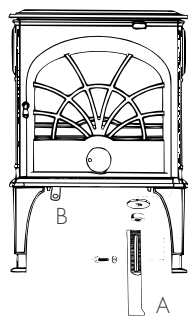

Fig. 2 Montering bein
2. Legg peisovnen forsiktig på ryggen og monter bena som vist på fig. 2 A (bena er justerbare fra 220-300 mm), og holder for betjeningshåndtak (vinkeljern med to hull). Fig. 2 B.